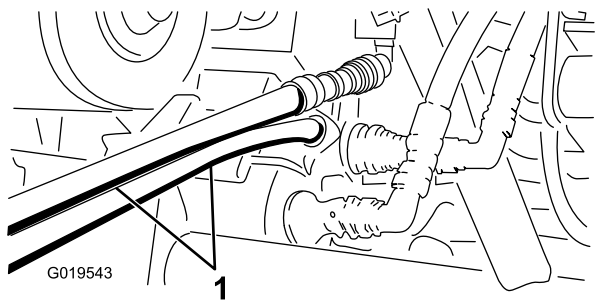

Figure 78
5. Sur l'autre machine, branchez les 2 flexibles au raccord se trouvant encore dans le support (branchez le flexible supérieur au raccord supérieur et le flexible inférieur au raccord inférieur) (Figure 78).